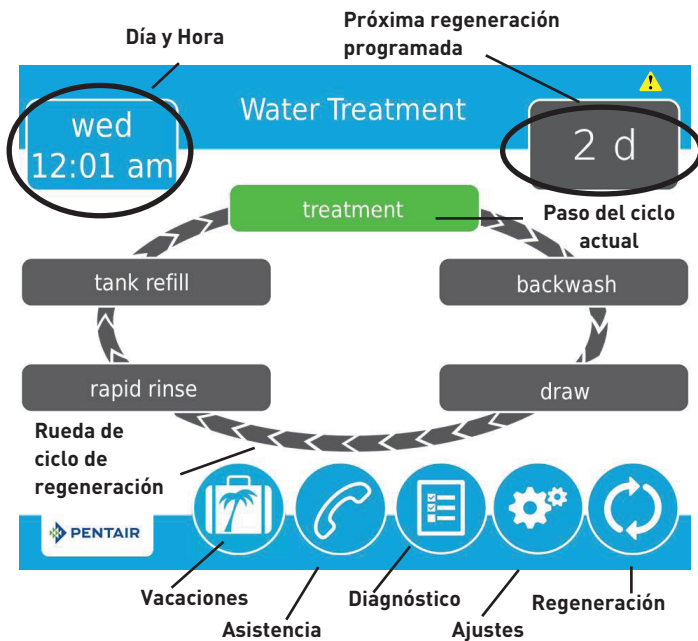

Figura 8 Pantalla de Inicio
5. Después de presionar , aparece la pantalla de Inicio (Figura 8).